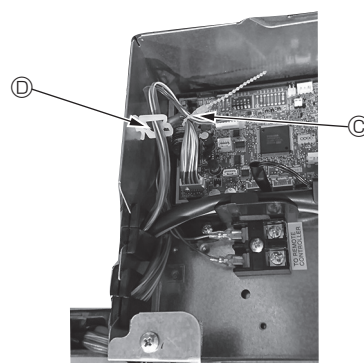

Fig. 10-14
- Inserire le parti eccedenti dei cavi di giunzione dell'i-see Sensor e del ricevitore di segnale nella scatola dei componenti elettrici attraverso la clip per cavi come illustrato nello schema, quindi fissare insieme i cavi con il dispositivo di attacco. (Fig. 10-14)